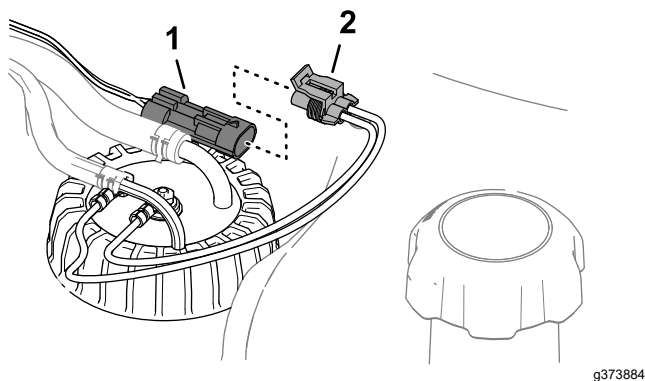

Figura 129
6. Conectați conectorul fasciculului de cabluri al transmițătorului pentru combustibil la conectorul fasciculului de cabluri al mainii (Figura 129).